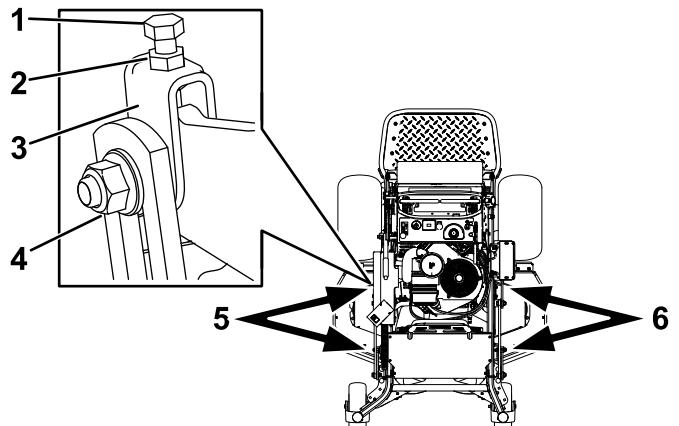

Bild 95
1. Lockern Sie die seitliche Mutter und Klemmmutter in den Jochs, die Sie einstellen möchten (Bild 95).
2. Drehen Sie die obere Schraube der Jochs, um die Höhe des Mähwerks einzustellen (Bild 95).